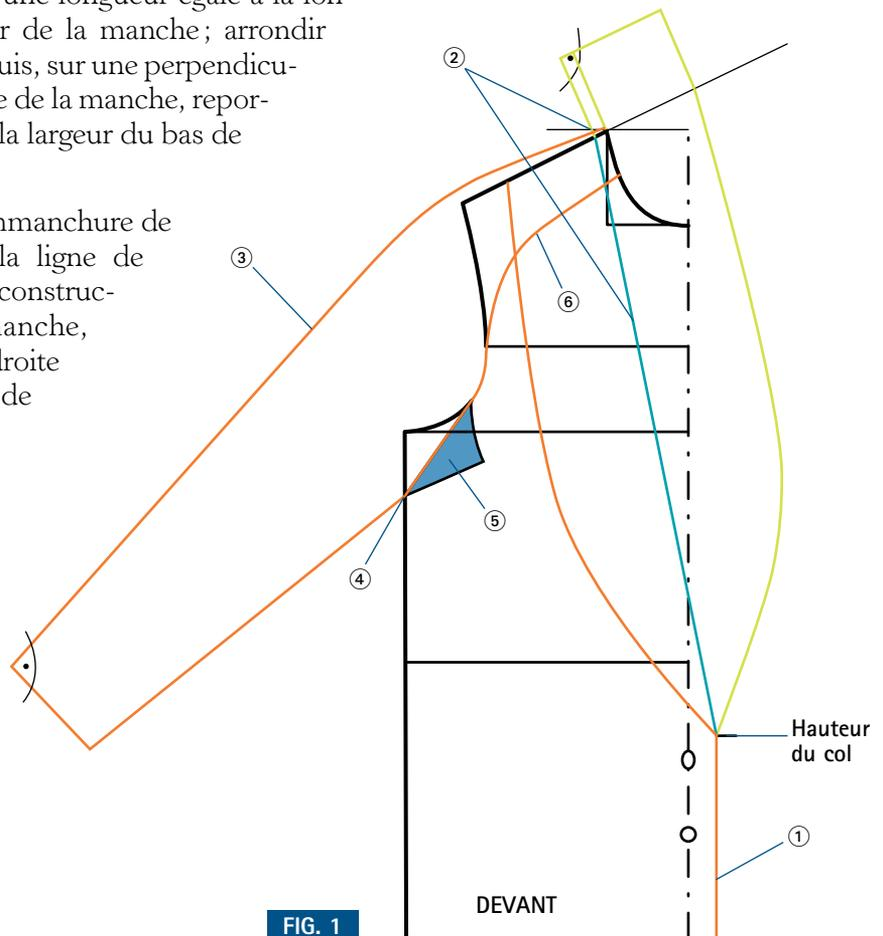

FIG. 1
Construire le patron de la doublure sur le patron fini du manteau. Rajouter sur le patron du buste la partie haute découpée (④ fig. 1 et ⑨ fig. 2) pour pouvoir fixer les gabarits des parementures. Appliquer ensuite les modifications en orange sur la figure 5.
- ① Ôter la parementure d'encolure dos, celle de la manche et celle du devant (qui sont coupées en tissu).
- ② Élargir le milieu dos de 2 à 3 cm. Cette valeur sera ajustée sous la forme d'un pli au milieu du dos (pli d'aisance), puis sera assemblée avec la parementure d'encolure dos.
⑤ Retracer « en miroir » le petit triangle obtenu (fig. 1, en bleu).
⑥ Tracer une ligne de découpe courbe qui part de l'emmanchure au niveau de la ligne de carrure et rejoint l'encolure au tiers du tour d'encolure devant (largeur du morceau : 10 cm environ parallèlement à la ligne d'épaule).